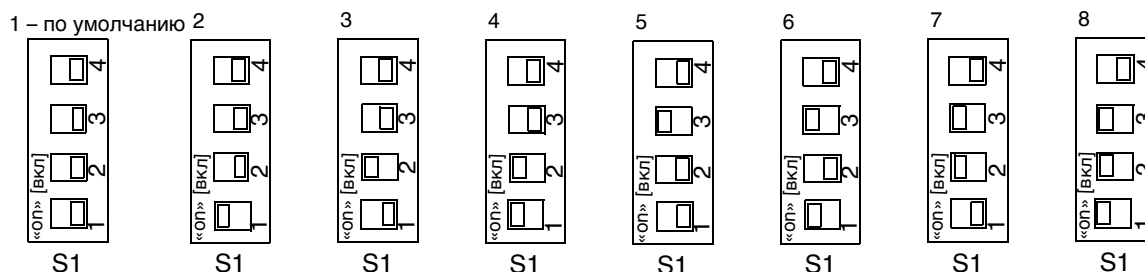

Рис. 3
Четыре полосы на DIP-переключателях позволяют настроить 8 идентификаторов сети и 8 идентификаторов приемопередатчика. См. восемь позиций (1, 2, 3, 4, 5, 6, 7 и 8) на Рис. 2 и Рис. 3, стр. 4 и 5.
- С дисплея КИП уровня цистерны снимите защитную накладку (5), которая использовалась для транспортировки и предупреждения брака.
- Открутите четыре винта (3), которые удерживают крышку КИП (7).
- Снимите крышку (7).
- Снимите изоляционный пенопласт (4), чтобы получить доступ к схемной плате.
- Извлеките батареи (1), если установлены.
- Установите полосы переключателей S1 и S2 в положения соответственно настройкам приемопередатчика, с которым будет взаимодействовать КИП уровня цистерны (см. Рис. 2 и Рис. 3).
Конфигурации положения полос DIP-переключателя см. на Рис. 3.